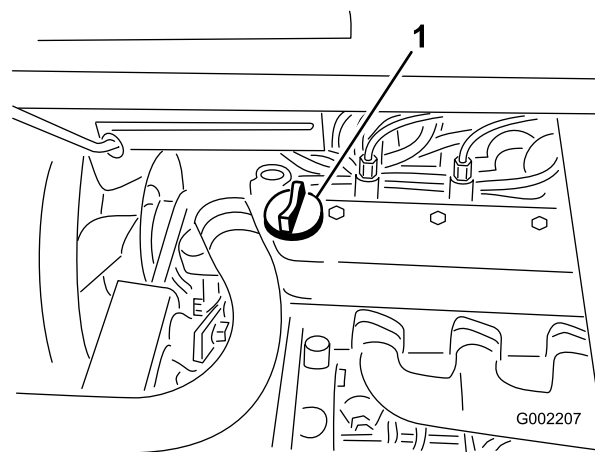

Figure 17
3. Si le niveau d'huile est bas, retirez le bouchon de remplissage du couvre-culasse (Figure 17) et ajoutez la quantité d'huile nécessaire pour amener le niveau au repère maximum sur la jauge. Reportez-vous à la section Entretien de l'huile moteur, sous Entretien du moteur, pour connaître le type d'huile et la viscosité qui conviennent. Versez l'huile lentement et vérifiez souvent le niveau durant la procédure. Ne remplissez pas excessivement.